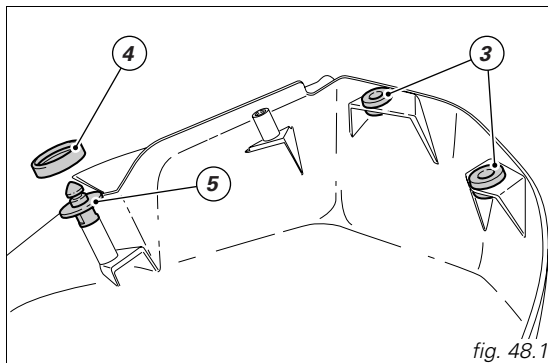
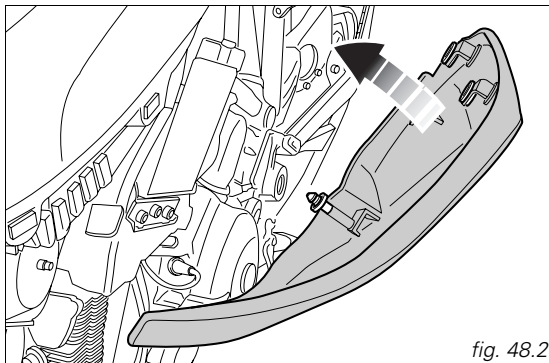

fig. 48.1
fig. 48.2
Prima di procedere al rimontaggio, assicurarsi che sul lato interno della semicarena risultino correttamente installati i gommini (3) e la guarnizione (4), sul perno (5) (fig. 48.1). Montare la semicarenatura sinistra, partendo dall'estremità posteriore ed inserendo i pioli del serbatoio nei gommini (fig. 48.2).